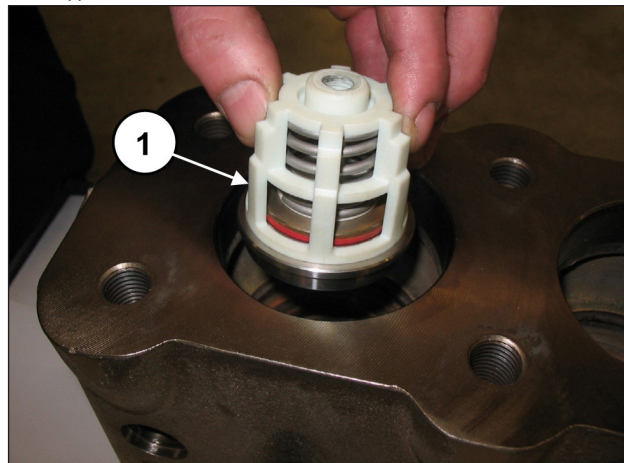
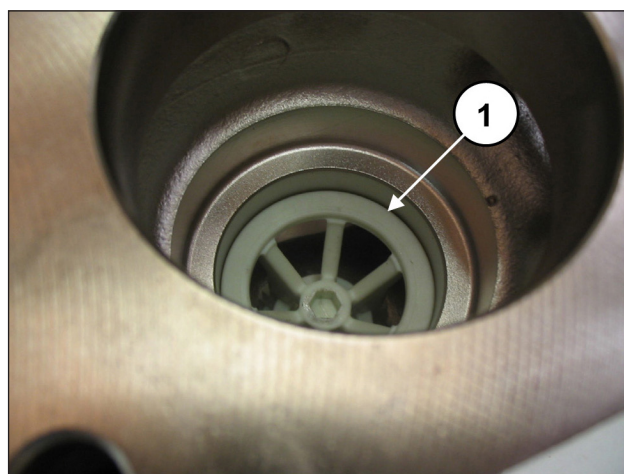

Рис. 119
Рис. 120
Вставьте всасывающий клапанный узел (поз. ①, Рис. 119), а затем распорный элемент (поз. ①, Рис. 120). Клапанный узел в сборе должен быть вставлен до упора и выглядеть, как на поз. ①, Рис. 120.